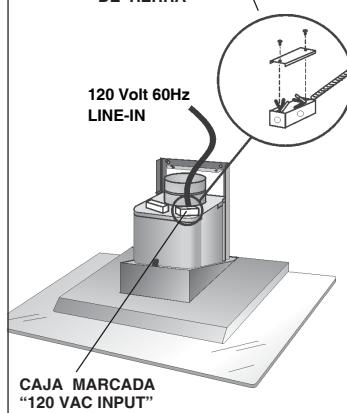

FIG. 8
1. Conectar los conectores de alimentacion con la caja de cables de la campana indicada "120VAC input". Fig.8.
2. Quite la tapa de la caja de cables y quite un Knockout. Fig. 8
3. Fije el "conduit" a la caja de cables por medio de un conector idóneo para el "conduit". Fig.8
4. Efectúe las conexiones a la campana. Conecte el cable blanco con el blanco, **el negro con el negro** y verde a la toma de tierra. Fig.8